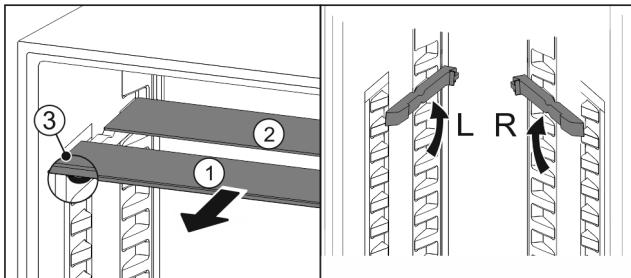

Fig. 47
- ▶ По одной извлеките Fig. 47 (1) стеклянные панели движением вперед.
- ▷ Стеклянная панель Fig. 47 (1) с декоративной планкой лежит спереди.
- ▷ Стопоры Fig. 47 (3) показывают вниз.